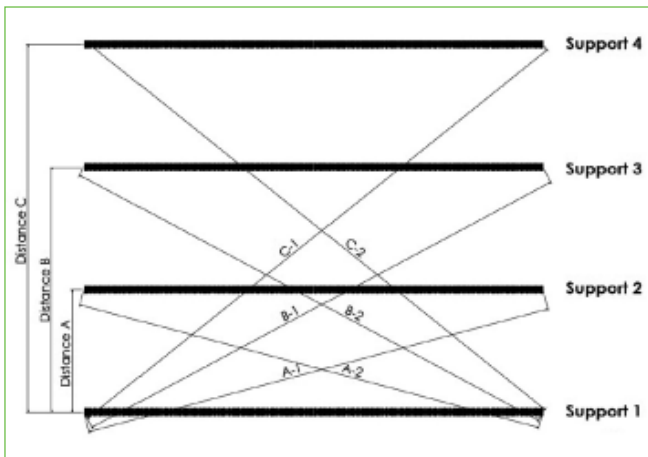

Abb. 5 Ausrichtung der Pipe Stop Schienen
- Wenn der Abstand zwischen den Schienen festgelegt ist, können die ersten beiden Schienen miteinander verbunden werden. Der erste Träger kann in Position gebracht und auf dem Untergrund befestigt werden. Verbinden Sie zwei weitere Schienen mit der Stütze 2. Um die Stütze 1 und die Stütze 2 auszurichten, müssen die Schienen parallel platziert werden. Dies kann durch Messen des Abstands A erfolgen (Abb. 5). Um zu überprüfen, ob der Startpunkt von Stütze 1 mit dem von Stütze 2 übereinstimmt, können die Abstände „A-1“ und „A-2“ gemessen werden. Der Abstand „A-1“ sollte dem Abstand „A-2“ entsprechen. Wenn der Träger in Position ist, kann er am Untergrund befestigt werden. Zum Anordnen der Stützen 3 und 4 wird das gleiche Prinzip verwendet. Um Toleranzen zu minimieren, sollte immer von der Stütze 1 gemessen werden. Wenn die ersten beiden Schienen jeder Stütze ausgerichtet und am Untergrund befestigt sind, können die Stützen endlos mit weiteren Pipe Stop Schienen verlängert werden. Bei Fragen zur Ausrichtung wenden Sie sich an 4 pipes.